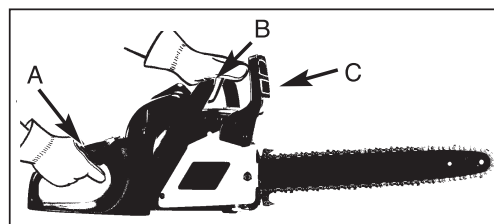

Рис. 10
3. Ухватитесь за заднюю ручку (А) правой рукой (Рис. 10).
- 4.левой рукой крепко возьмитесь за переднюю ручку (В) [не рычаг ТОРМОЗА ЦЕПИ (С)] (Рис. 10).
5. Нажмите на выключатель на 1/3 хода, затем сразу же активируйте рычаг ТОРМОЗА ЦЕПИ (С) (Рис. 10).